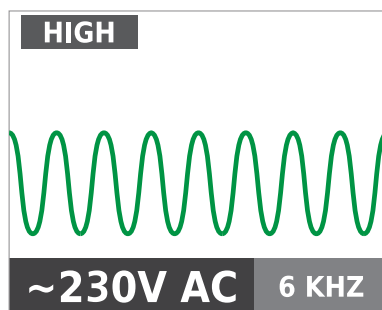

Figura 3.1b
3. Selezionare la modalità segnale HIGH (Alto) per la maggior parte delle applicazioni. Il display apparirà come mostrato nella Figura 3.1b.